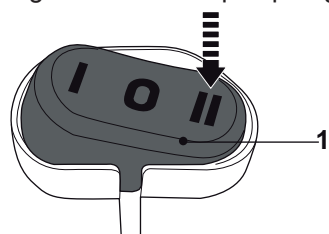

Fig. 28
O interruptor de potência é utilizado para selecionar a característica de ativação de ferramenta automática embutida no aspirador. Com a posição ON (I) selecionada, o aspirar irá funcionar continuamente. Quando a posição AUTO (II) é selecionada (Fig. 28), o aspirador irá ligar e desligar automaticamente quando a ferramenta elétrica for ligada e desligada.